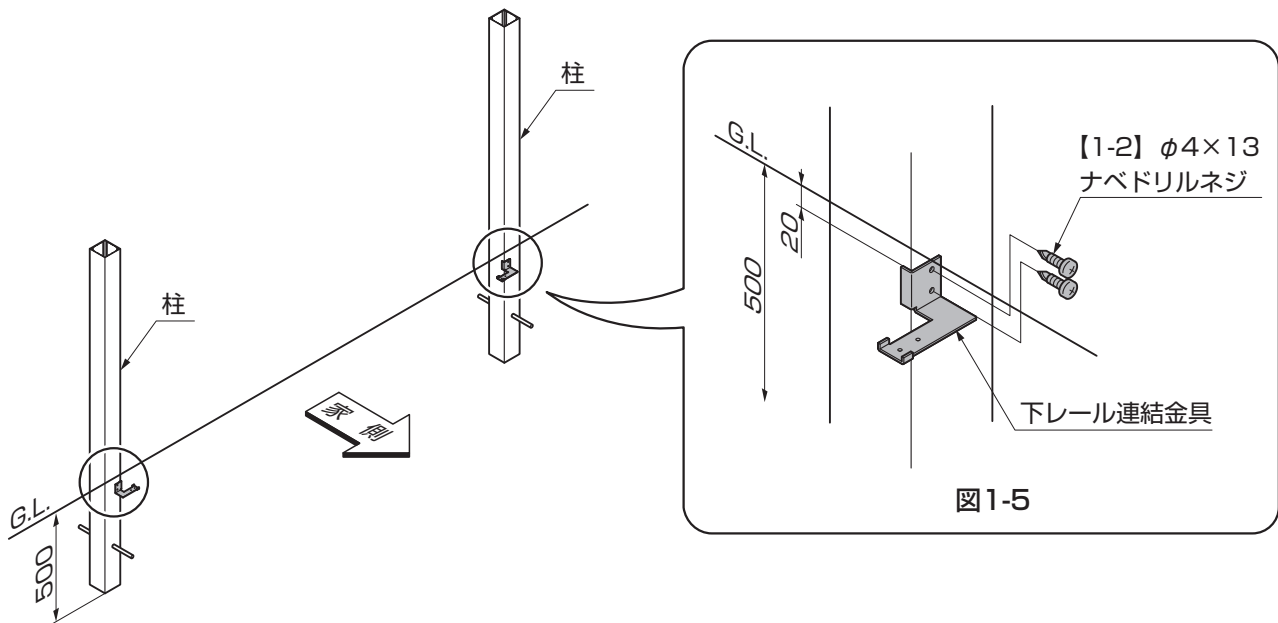

図1-5
- ① 柱の家側に下レール連結金具の上部をG.L.から20mm下の位置に合わせて【1-2】で取付けてください。(図1-5参照)